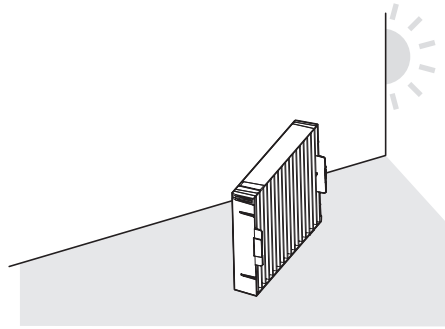

図 2
- エアフィルターユニットのつまみ(a)を矢印のとおり内側に少し押ししながら、エアフィルターユニットをプロジェクター本体のつまみ(c)から外して引き出します。(図2)
2) エアフィルターユニットを乾燥させる (図 2)